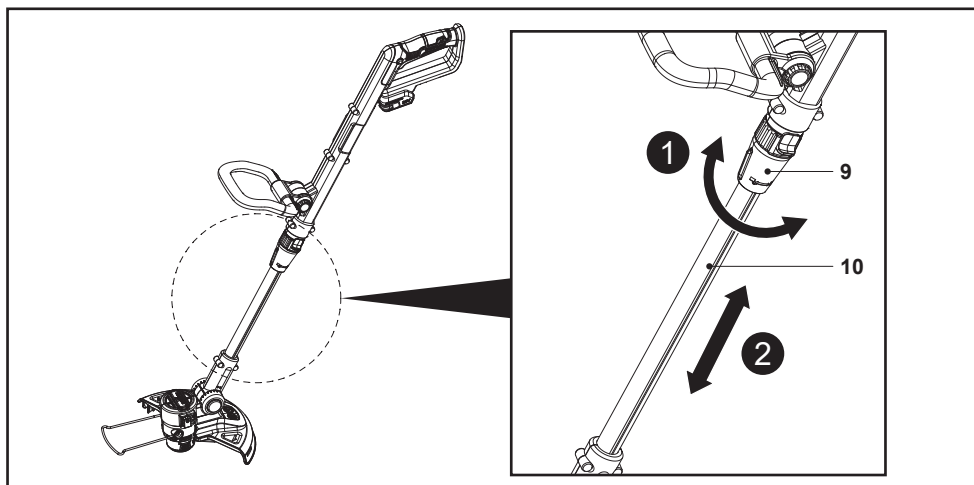

Fig. 5
1. Afloje el bloqueo del tubo de prolongación (9) girándolo en la dirección de desbloqueo  (Fig. 5).
2. Ajuste el tubo de prolongación (10) (Fig. 5).
3. Apriete el bloqueo del tubo de prolongación (9) girándolo en la dirección de bloqueo  (Fig. 5).
4. Asegúrese de que el tubo de prolongación (10) está bloqueado.